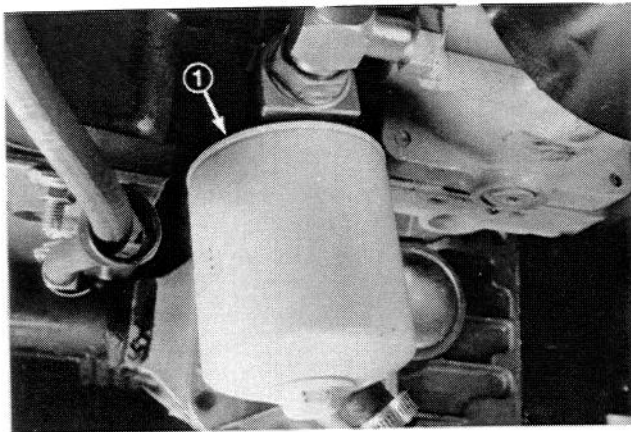

Bild 39
1. Die Anbaufläche des Hydro-Filters reinigen. Den Filter von seinem Unterteil abnehmen (Bild 39) und die Filteranbaufläche reinigen.